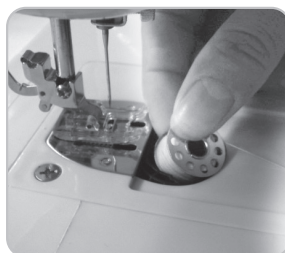

Fig 7
- 3.- Coloque la canilla llena en el porta canillas (Fig.7) y tire del hilo hasta sacar unos 15 cms. Asegúrese, al tirar del hilo, de que la canilla gira en el sentido de las agujas del reloj ya que de lo contrario no se tendría la tensión correcta al comenzar a coser.
- 3.- Place the filled bobbin into the bobbin case (Fig. 7) and pull about 15 cm of thread from the new bobbin. Make sure that the bobbin turns clockwise when the thread is pulled or you will not have correct tension when you begin to sew.
- 3.- Coloque a canela cheia no portacanelas (Fig. 7) e puxe uns 15 cm de linha. Certifique-se que, ao puxar pela linha, a canela fica a rodar no sentidos dos ponteiros do relógio pois, se acontecer o contrário, não existirá a tensão necessária para começar a coser.